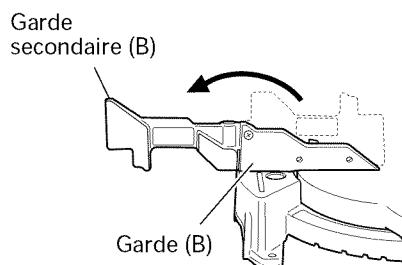

Fig. 11
**Installer le garde secondaire (B)**
Pour effectuer une coupe à angle direct ou d'une une coupe à angle, utiliser le guide auxiliaire. Le guide auxiliaire peut être monté sur le côté droit du guide auxiliaire. Placez la plaque (A) attachée de la façon montrée dans la figure 11, insérez l'arête dans la fente de la garde (B) et insérez simultanément une vis à tête plate M6 dans la garde (B), la garde secondaire (B) et la plaque (A), puis serrez l'écrou de nylon M6 avec la clé à douille de 10 mm fournie jusqu'à ce que la garde secondaire (B) puisse tourner facilement. Ensuite, on pourra effectuer une coupe du matériau en toute stabilité, avec une large face de dépouille.